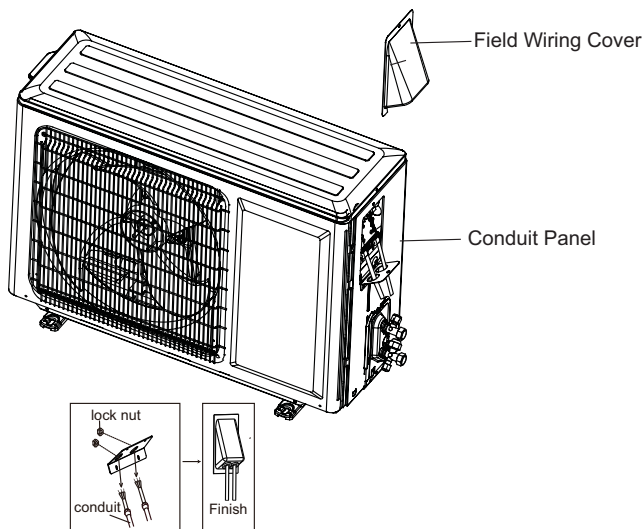

Fig. 14 – Field Wiring
4. Connect conduit to the conduit panel. (See Fig. 14)